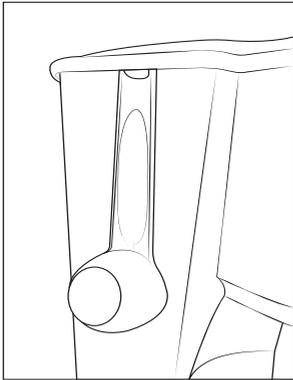

Abb. 4
- 4) Legen Sie den Kaffeepulverlöffel **12** zur Aufbewahrung in die Glaskanne **6**. Alternativ hängen Sie den Kaffeepulverlöffel **12** seitlich am Rand des Wassertanks **10** auf (siehe Abb. 4):